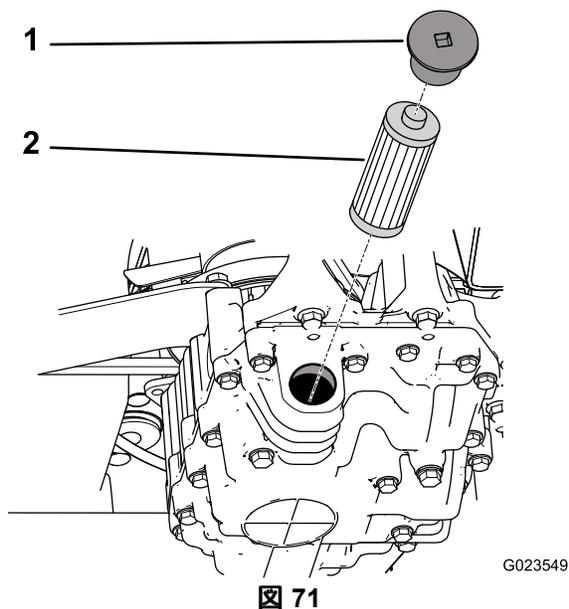

図 71
5. フィルタキャップを外し、トランスミッションからフィルタを引き出す **図 71**。